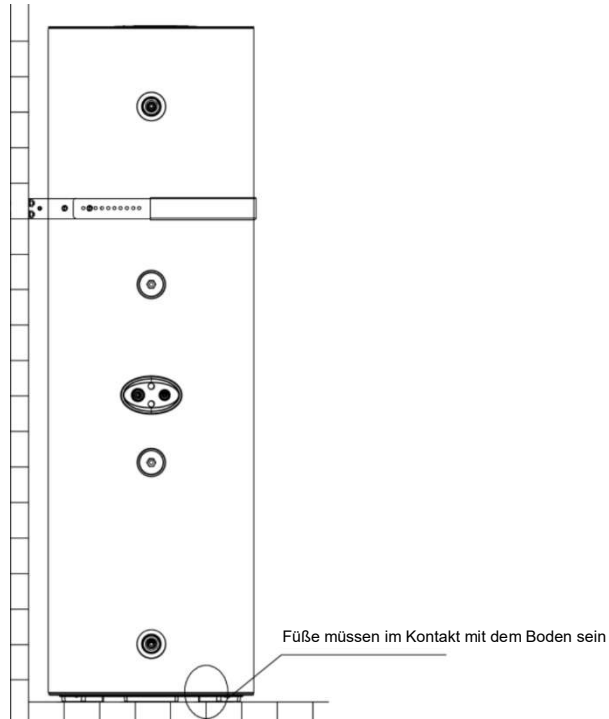

Abb. 6-1: Aufstellung des Wassertanks
- Der Wassertank muss aufrecht installiert werden, und alle seine FüÙe müssen im Kontakt mit dem Boden sein. Der Wassertank muss auf stabilem Untergrund aufgestellt werden. Bei der Installation des Wassertanks ist die Tragfähigkeit des Untergrunds zu berücksichtigen. Die Installations-skizze ist in Abb. 6-1 gezeigt.